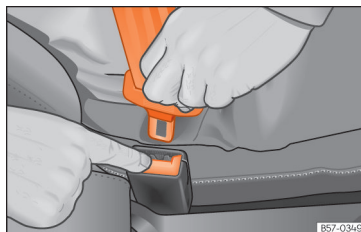

Fig. 26 Soltar a lingueta do fecho do cinto.
- Pressione o botão vermelho do fecho »» **Fig. 26.** A lingueta saltará do fecho.